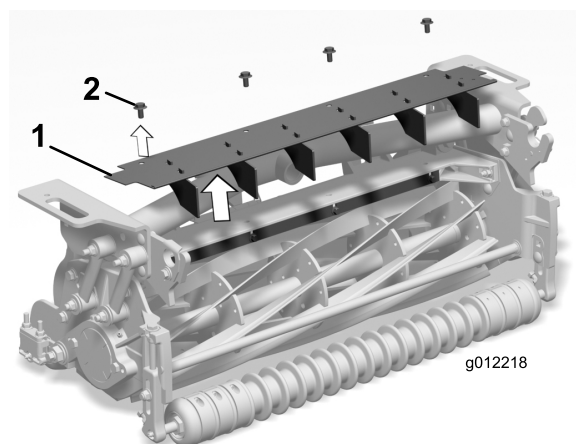

Figure 6
- Retirez les 4 boulons à embase qui fixent le déflecteur d'herbe avant et les éléments déflecteurs au cadre du plateau de coupe (Figure 6).